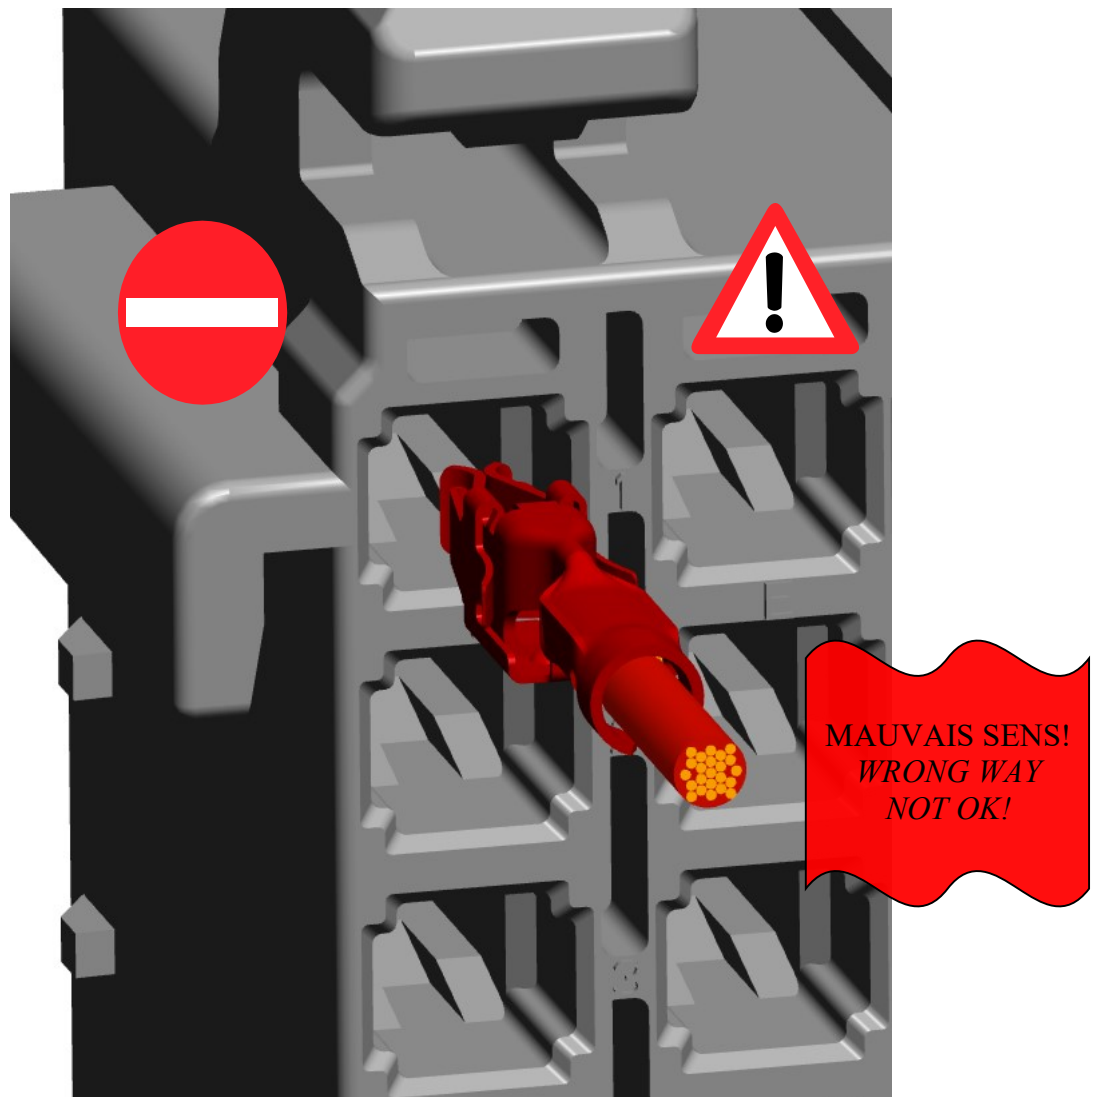
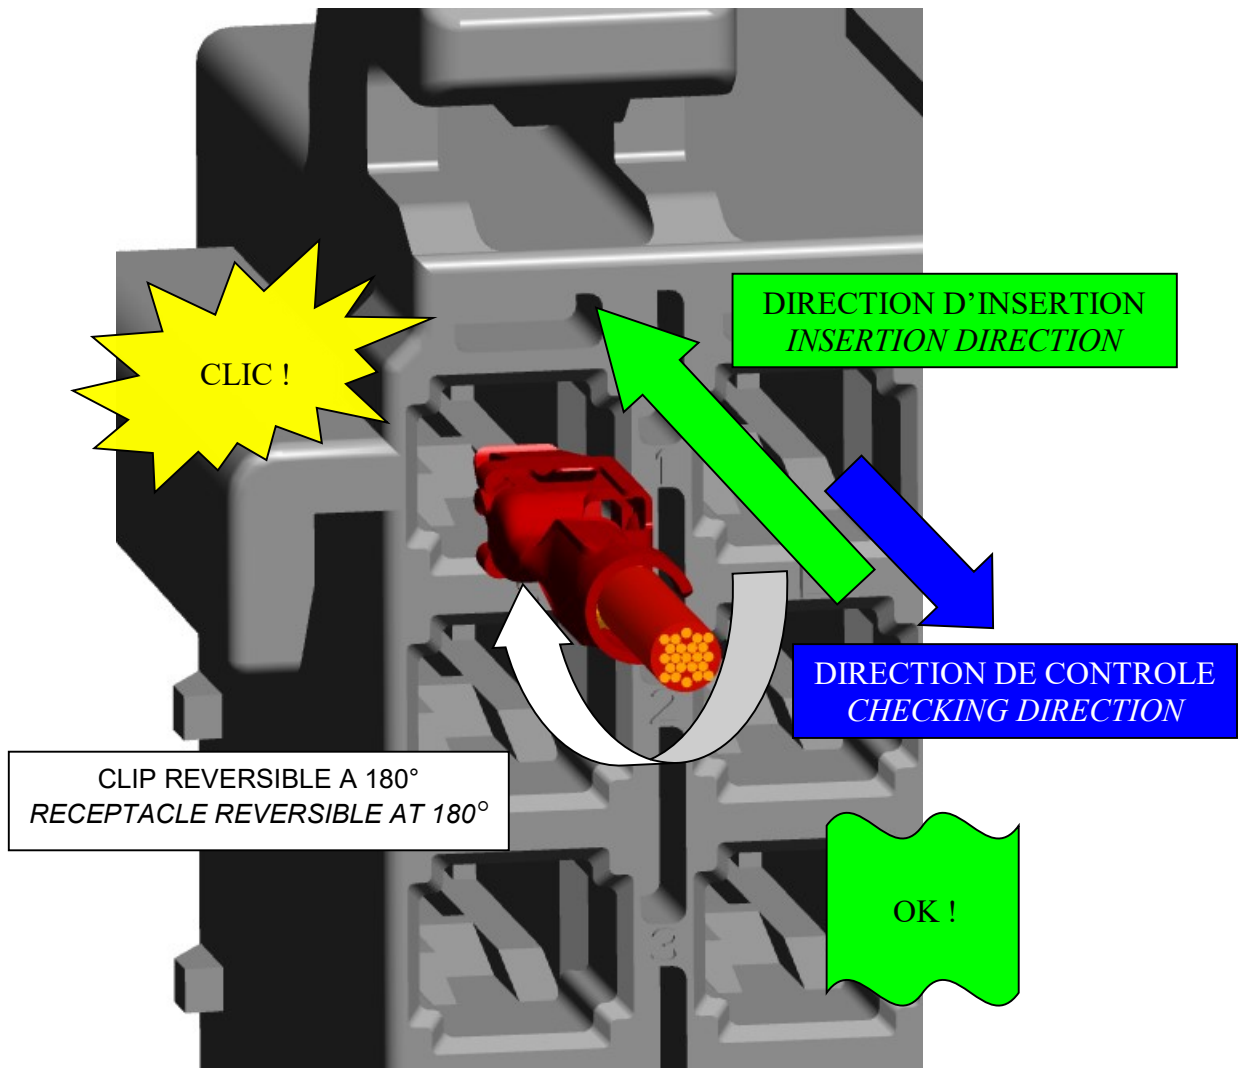

Fig. 3.1
Fig. 3.2
Le clip JPT est détrompé il faut donc l'orienter correctement avant de l'insérer dans le boîtier (Voir Fig. 3.1 à fig. 3.2).
*JPT receptacle is foolproof. It must be inserted with good orientation regarding the housing (See Fig. 3.1 to fig. 3.2).*